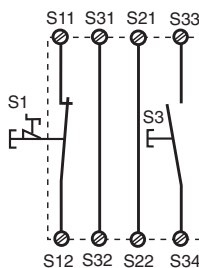

Fig. 3: Circuito de entrada monocanal, rearme supervisado/Circuito di ingresso monocanale, start controllato/Eenkanalig ingangscircuit, bewaakte start
- Fig. 3, 4 y 5, 6: **no hay** conexión S13-S14
- Fig. 3, 4 e 5, 6: **nessun** collegamento S13-S14
- Fig. 3, 4 en 5, 6: **geen** verbinding S13-S14